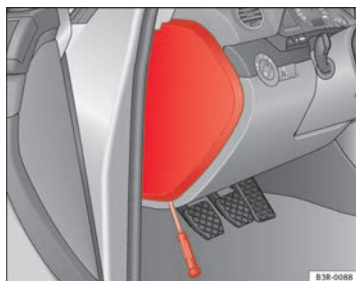

Abb. 200 Links in der Instrumententafel: Abdeckung des Sicherungskastens
- Zum Öffnen des Sicherungsdeckels ⇒ Abb. 200 einen Schraubendreher benutzen.